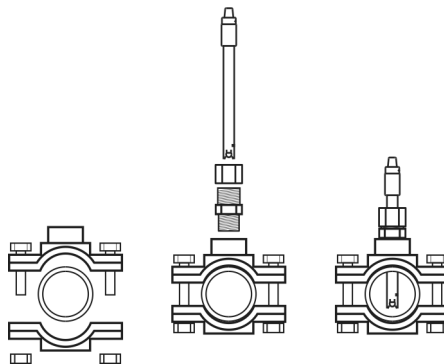

Fig. 7
1. Instalar los racors de inserción de los electrodos de pH/ORP en el circuito a través de un collarín (no incluido con el equipo) (Fig. 7)